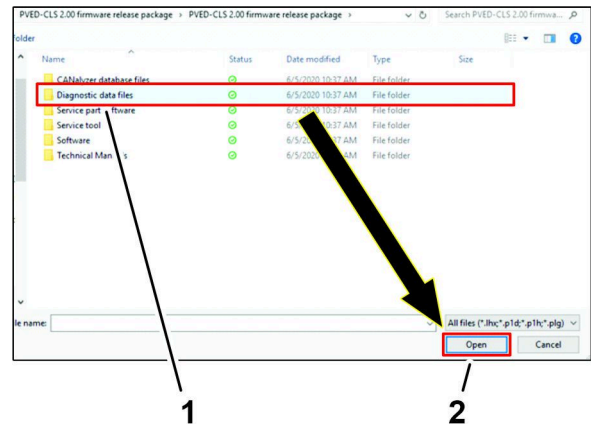

Bild 56
4. Klicken Sie auf den Ordner Diagnosedateien und dann auf das Symbol ÖFFNEN (Bild 56).